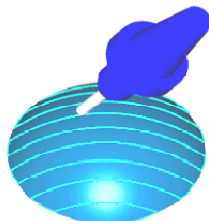

图 2-296 沿曲面
- **【沿曲面】**: 刀具沿引导曲面运动至下一行刀具路径, 如图 2-296 所示。